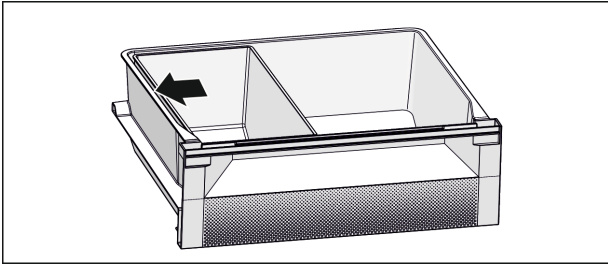

Fig. 7
- 实现最佳冷却功能：按图放置 Fish & Seafood 存放盒 (参见 Fig. 7)。